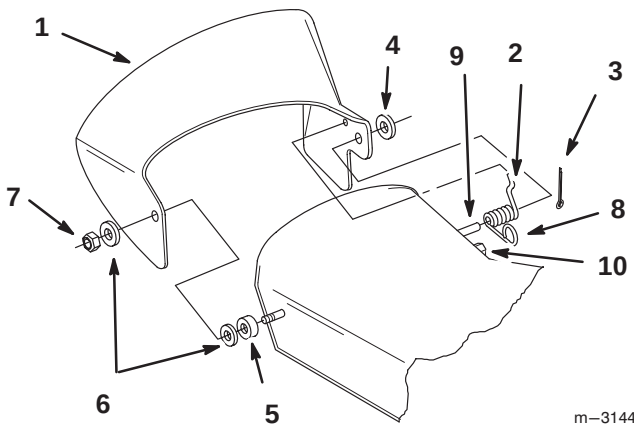

Figure 2
1. Placez l’extrémité courte du ressort dans le petit trou de l’éjecteur (Fig. 2).
2. Placez le ressort et l’éjecteur sur l’ergot à l’arrière du plateau de coupe et fixez-les avec une rondelle (1/2 pouce) et une goupille fendue (3/4 pouce) (Fig. 2).
5. Placez l’éjecteur sur le goujon et fixez-le à l’aide d’une deuxième rondelle en nylon et d’un contre-écrou (3/8 pouce) (Fig. 2).